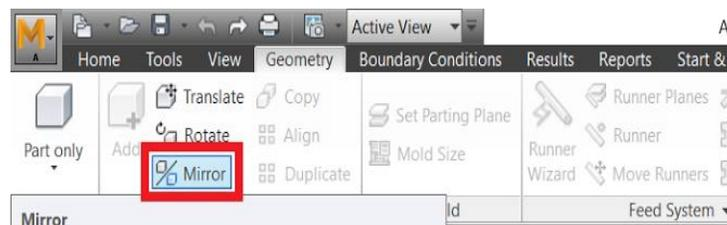

Figura 6.14 Pestaña Geometry, función Mirror.
- En el menú superior seleccionar **Mirror** y posteriormente la pieza (Figura 6.14).